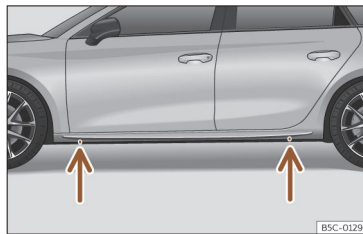

Fig. 235 Pontos de apoio do macaco.
- Procure na longarina a marca do ponto de apoio do macaco (zona afundada) mais próximo da roda a substituir >>> **Fig. 235.**